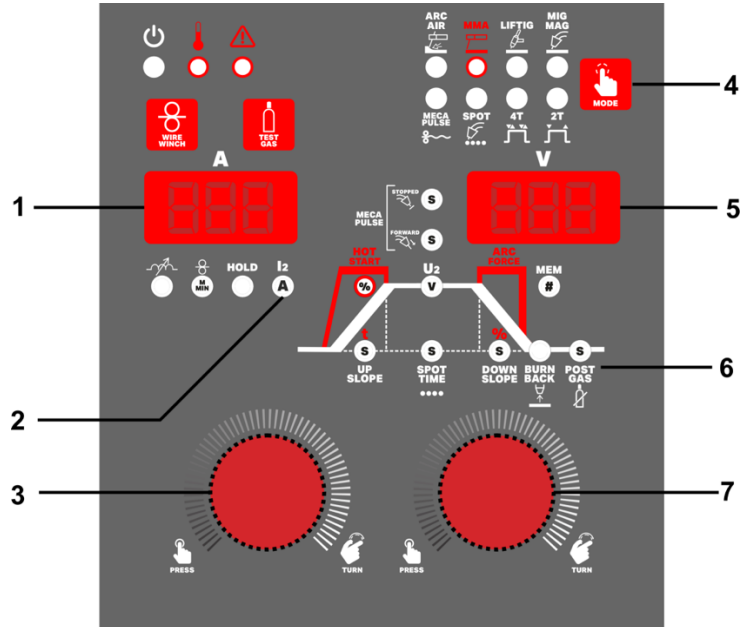

Fig.8
- Seleccione soldadura MMA (electrodo revestido), pulsando la tecla de modo 4 (Fig.8) hasta el LED MMA encender.